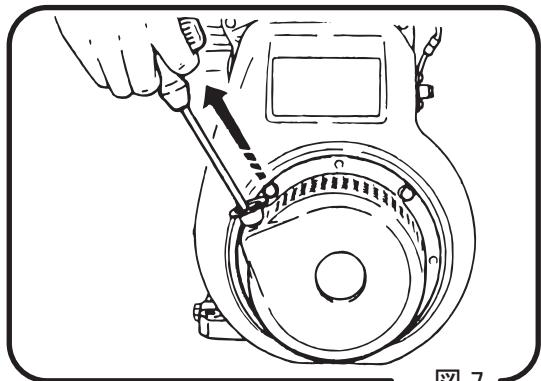

図 7
- 4 リコイルスターターの始動ノブを握り、少し引くと軽く手ごたえがあります。そこから勢い良く引張つて下さい。この時、ロープを引張りすぎるとロープが切れたり抜けてしまう恐れがありますから御注意下さい。(図 7)